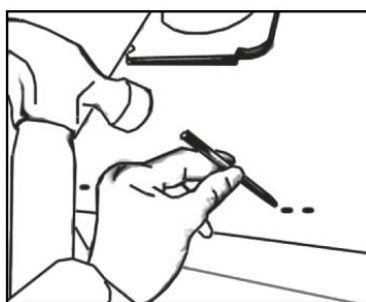

Figure 2
- Perforez les trous (pour le montage sous l'armoire) sur la hotte (voir Figure 2).